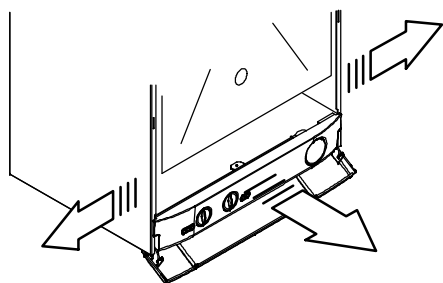

Figura 5.14
- Spostare i pannelli laterali e estrarre frontalmente il pannello comandi per accedere alla morsettiera di alimentazione Figura 5.14.